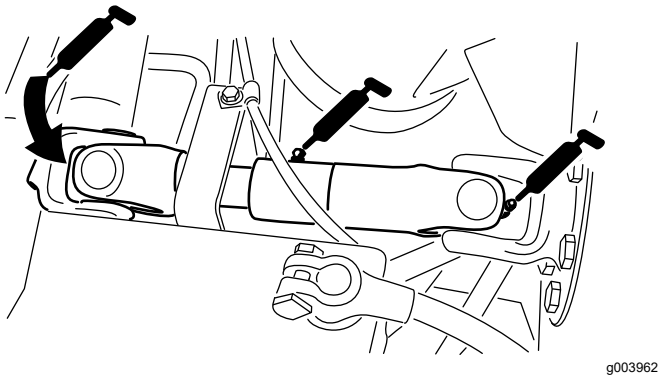

Figura 41
- Giunto ad U del semiasse fra motore e pompa (3)–Figura 41